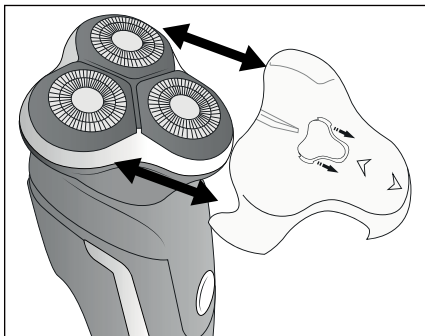

Fig. 1
- ◆  Retirez la coiffe de protection **1** en la retirant par le bas de l'unité de rasage **2** (voir fig. 1).